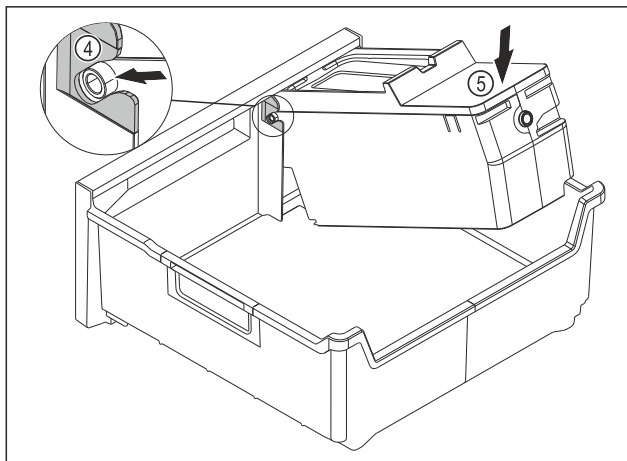

Fig. 135
- ▶ Встановіть корпус EasyTwist-Ice: Вставте осі корпусу EasyTwist-Ice в напрямні Fig. 135 (4).
- ▶ Натисніть на корпус EasyTwist-Ice Fig. 135 (5) ззаду вниз.